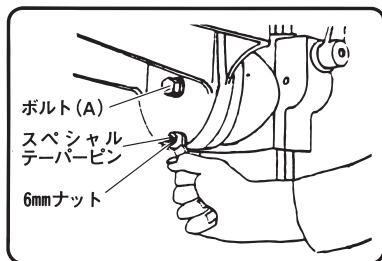

図 8
- (1) 6mmナットを締め込み、スペシャルテーパーピンを抜きます。(図8)
- (3) テーブル角度調整後、ボルト(A)を締付けテーブルを固定してください。(図8)
- (1) テーブルの刻印線を目盛「0」に合わせ、抜いておいたスペシャルテーパーピンを軽くたたいて打込んでください。
- (2) 次にボルト(A)(図8参照)を締付けます。
- (3) 最後にスペシャルテーパーピンが抜けない程度に6mmナットを軽く締めておいてください。